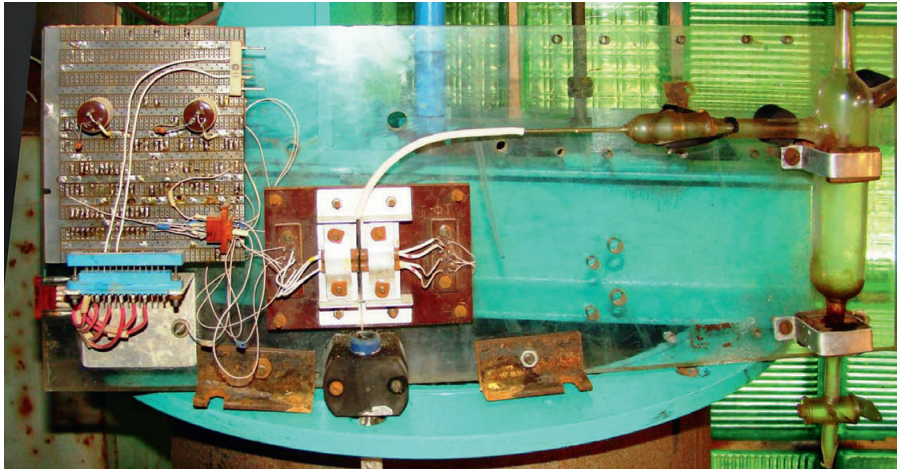

Рис. 5. Устройство для измерения межфазной поверхности
- измеритель диаметра капель и межфазной поверхности [3] (рис. 5);